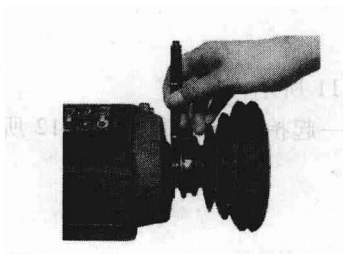

图 1-3 在带轮或联轴器上作标记
① 在带轮或联轴器的轴伸端上作好安装时的复原标记, 如图 1-3 所示。